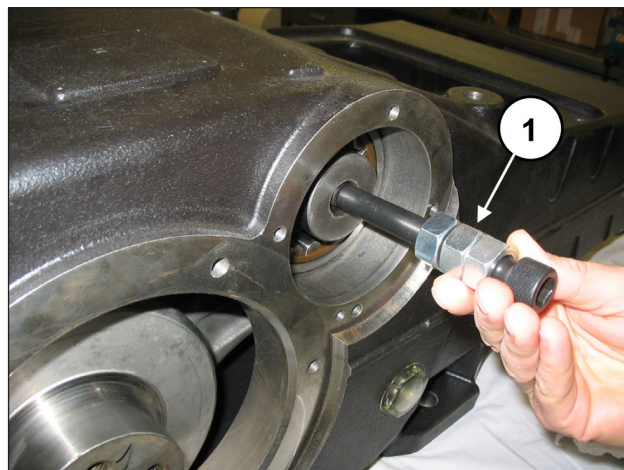

Abb. 57
Zum leichteren Einsetzen der Zapfwelle in das Lager können Sie eine Schraube M16 an das einzuführende Wellenende anbringen, um die Welle dadurch anzuheben (Pos. ①, Abb. 57).